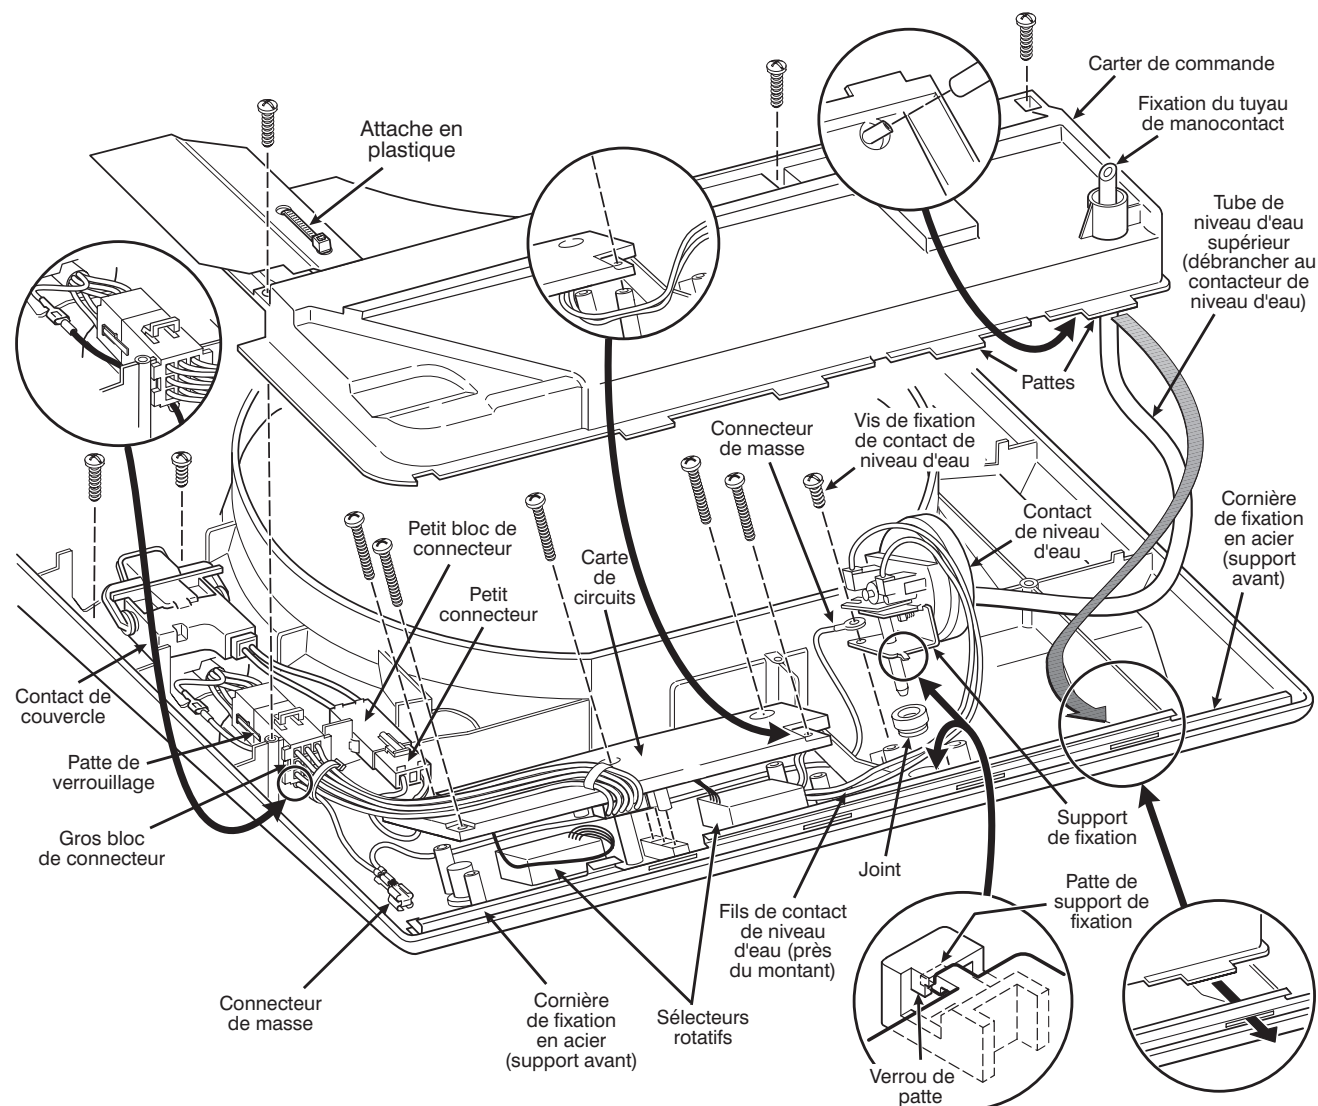

Figure 6
2. Tourner le dessus de façon que le bord du panneau de commande soit plus près. Voir figure 6. Enlever les trois vis du carter de commande en acier inoxydable. Retourner le carter de commande et le poser vers le côté droit. Laisser le tube de niveau d'eau supérieur connecté au raccord de carter de commande.
2. Enlever les trois vis du carter de commande. Voir figure 6. Retourner le carter de commande et le poser de côté. Tirer le tube de niveau d'eau supérieur du raccord, sur le contact de niveau d'eau.
4. Brancher la borne de masse, puis brancher le gros connecteur dans le gros bloc connecteur. Voir médaillon d'extrême gauche, figure 6.
3. Engager le connecteur de masse sur la borne, sur la cornière de fixation en acier. Voir figure 6.
5. Faire passer le conducteur du contacteur manométrique (2) autour des pitons de montage de la carte des circuits. Voir Figure 6.
2. Installer la vis de fixation dans le connecteur de masse et dans le support de contact de niveau d'eau. Voir figure 6.
3. Faire passer le conducteur du contacteur manométrique (2) autour des pitons de montage de la carte des circuits. Voir Figure 6.